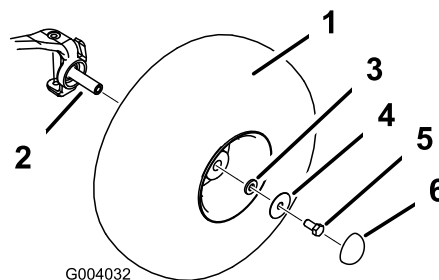

Figure 4
4. Montez les roues avec les fixations retirées précédemment (Figure 4) et serrez les à 183-224 Nm (135-65 pi-lb).